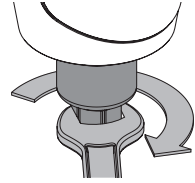

Abb. 8.9
- / Gemäß Abb. 8.9 die Abflachungen der Wartungsnuss mit einem Mausschlüssel SW27 fassen
- / Gemäß Abb. 8.9 den Mausschlüssel in Pfeilrichtung drehen, um die Filtertasse zu lösen. Filtertasse abnehmen